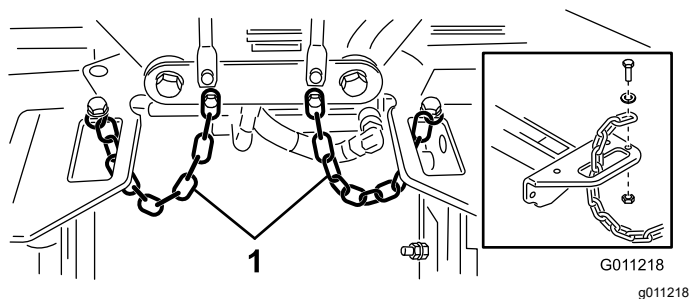

Figura 22
4. Fate passare le catene del ribaltatore attraverso l'apertura presente sull'estremità di ogni telaio portante. Fissate le catene del ribaltatore alla parte superiore del telaio portante per mezzo di un bullone, una rondella e un dado di bloccaggio (Figura 22).